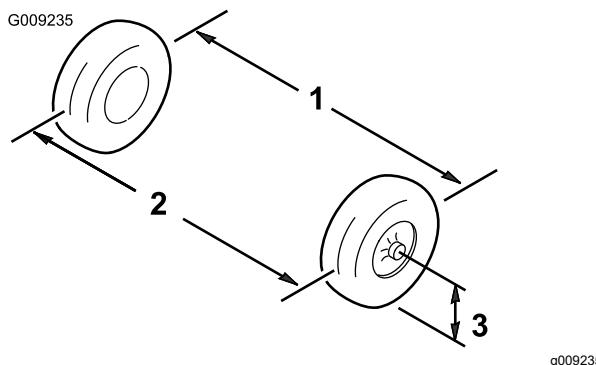

Figure 47
3. Mesurez la distance entre les roues avant à hauteur d'essieu, à l'avant et à l'arrière des roues (Figure 47).